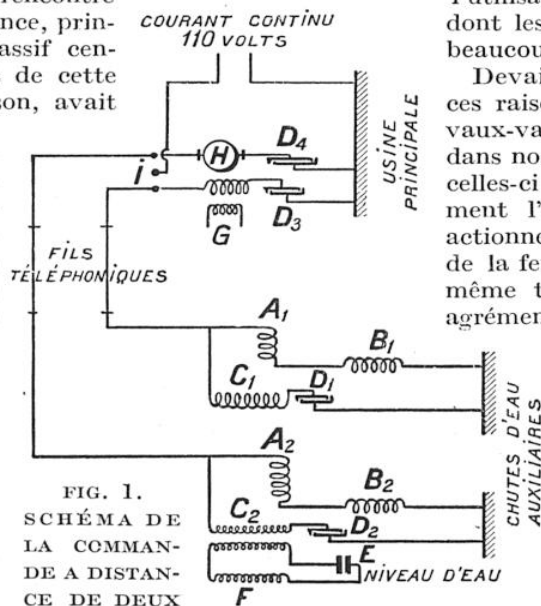

FIG. 1.
tenne C sera de 0,001 microfarad. On pourra le connecter, soit en série, soit en parallèle, avec la bobine L (fig. 1 et 2). Le commutateur employé pourra occuper deux positions (fig. 3). Quand les contacts de gauche sont reliés aux contacts du centre, le condensateur variable est en série avec la bobine. Quand les contacts du centre et de droite sont réunis entre eux, le condensateur est en dérivation sur la bobine. On devra vérifier dans quelle position du condensateur l'intensité des signaux est maximum.
M. Lorfeuvre a réalisé cette commande automatique, en utilisant la propriété que possède tout moteur asynchrone de débiter de l'énergie, s'il vient à être entraîné lui-même par un mécanisme moteur, à partir de sa vitesse de synchronisme. Le mécanisme est ici la turbine elle-même, dont l'on commande l'ouverture du distributeur par une émission de courant envoyée de la station centrale. Au moment où la vitesse de synchronisme est atteinte, la génératrice est accrochée et commence à débiter du courant sur le réseau. Comme on peut le voir sur le schéma de la page précédente (fig. 1), la commande à distance est réalisée sans aucun fil conducteur, les fils téléphoniques reliant les stations génératrices étant seuls utilisés. Tout en assurant le service normal du téléphone, ces deux fils transmettent, en outre, à l'usine principale :
(1) Voir *La Science et la Vie*, n° 64.